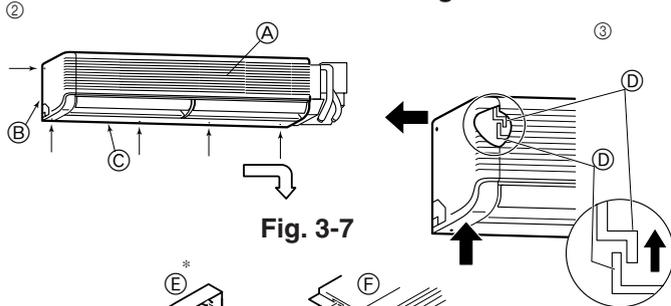

Fig. 3-7
- Ⓓ Soporte de fijación en la pared ①
② Quite los cinco tornillos marcados con las flechas en el dibujo. (Fig. 3-7)
③ Retire el panel lateral izquierdo y el panel inferior.